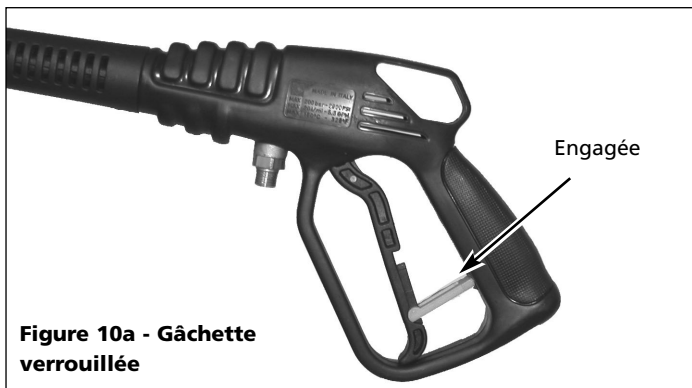

**Figure 9 - Insérer les buses de pulvérisation dans le support pour les buses.**
9. Mettre les buses de connexion rapide dans le support pour les buses et le fixer sur le manche du nettoyeur haute pression. Voir la figure 9.